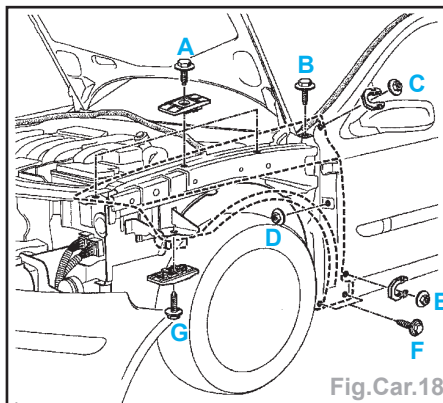

Fig.Car.18
- l'aile avant : 4 vis, 3 écrous (Fig.Car.18).